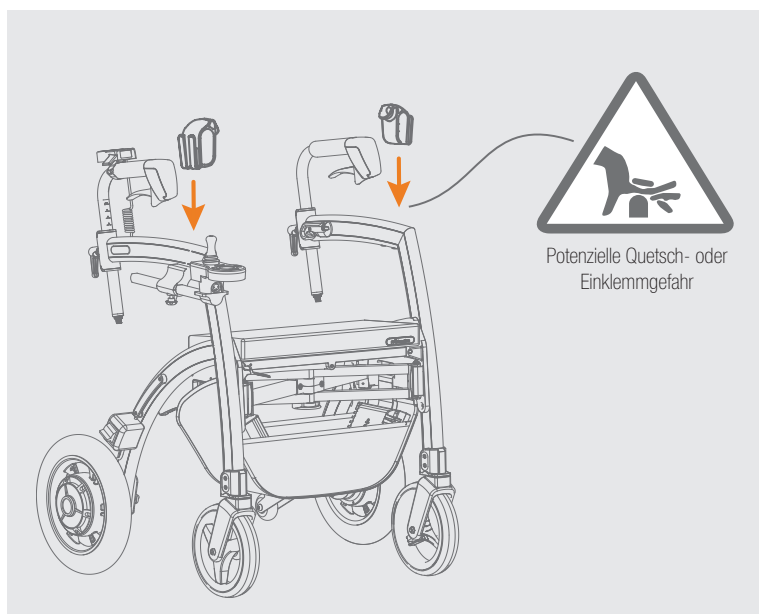

Abbildung 52: Befestigung des 3-in-1 Halters.
- Befestigen Sie die Halter, indem Sie sie auf den Rahmen drücken (**Abbildung 52**).